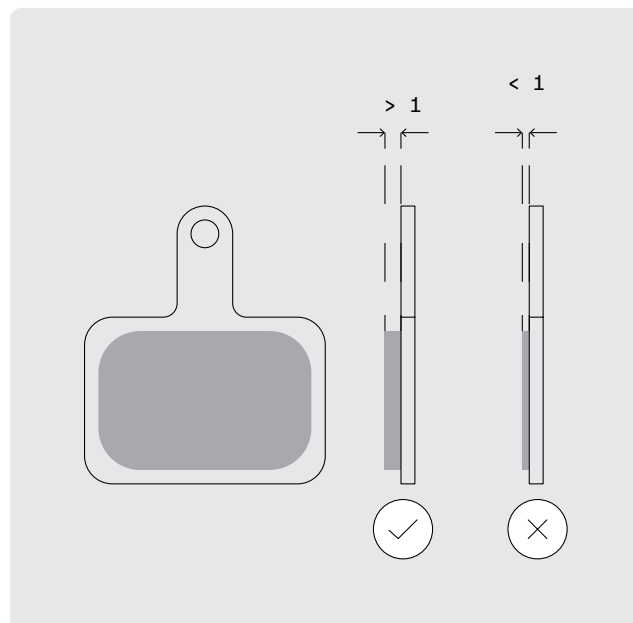

BILD 41
- Byt ut bromsbeläggen när de är mindre än 1 mm tjocka (Bild 41). Bromsbeläggen får aldrig slitas ner så mycket att beläggens fästplatta skrapar emot bromsskivan.